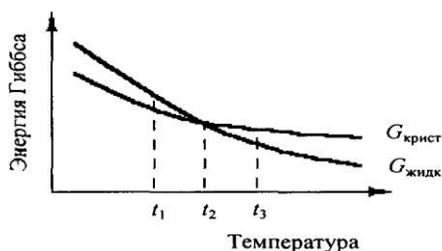

Рис. 13
**42. При какой (каких) температуре(ах) возможен процесс кристаллизации (рис. 13)?**